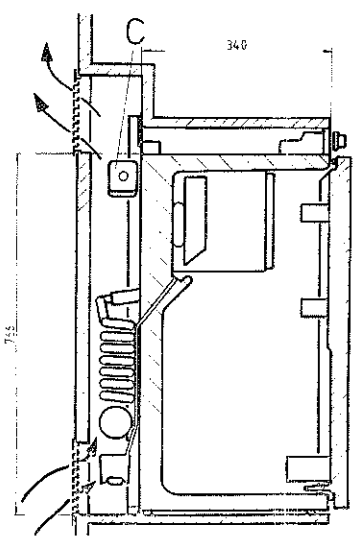

Fig. 9
Évacuation des gaz brulés (Alt. II), Fig. 9.
Lorsque cela est possible (par exemple si le réfrigérateur est encastré sous un plan de travail), il est recommandé de prévoir une grille de ventilation directement au-dessus du condenseur (C), fig. 9.